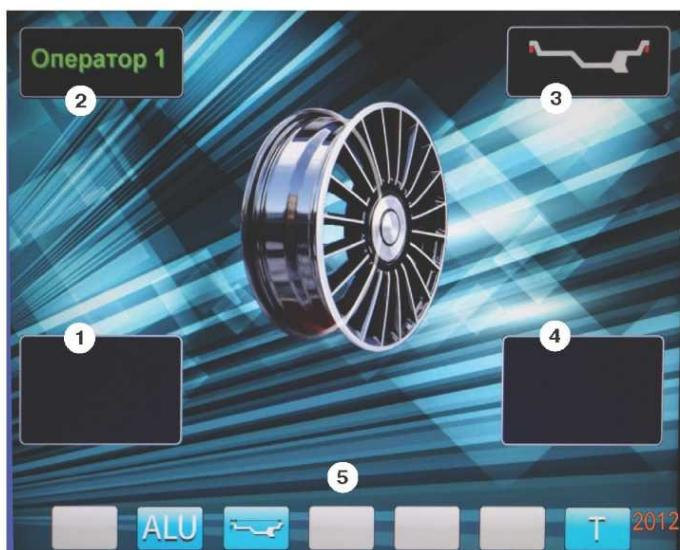

рис.8.2.
8.3. После включения питания СБ на экране монитора отображается фирменная заставка, которая через несколько секунд сменяется отображением экрана основного рабочего режима (рис. 8.2).
Для выбора схем расположения грузов в программах ALU1-ALU5 необходимо, находясь в режиме основного рабочего экрана, нажать кнопку «ALU», при этом открывается окно схем установки грузов, отмеченных номерами рис11.3. Если после введения размеров колеса установленся экран ввода геометрических параметров, необходимо перейти в экран основного рабочего режима нажатием кнопки «STOP». Для выбора нужной схемы нажмите кнопку верхнего ряда клавиатуры с соответствующим номером. Выбранная схема установки грузов отображается в окне 3 экрана основного рабочего режима (рис. 8.2).
12.2. При включении СБ программа измерения дисбаланса настраивается таким образом, что дисбаланс менее 5 г ( заводская установка) на любой плоскости коррекции не показывается, в этом случае в окнах 1 и 4 (рис. 8.2) высвечиваются «OK». Минимальный дисбаланс отображающийся в окнах 1 и 4 равен 5 г. Дисбаланс, превышающий 8 г, округляется до величины кратной 5, т. е. дисбаланс 9, 10, 11 и 12 г отображается цифрой 10, дисбаланс 13, 14, 15, 16 и 17 г - цифрой 15 и т. д. Для просмотра неокругленного значения дисбаланса или дисбаланса менее 5 г. необходимо нажать кнопку «<», при этом в окнах 1 и 4 на 2-3 сек высвечиваются фактические значения дисбаланса, определенные в данном запуске.